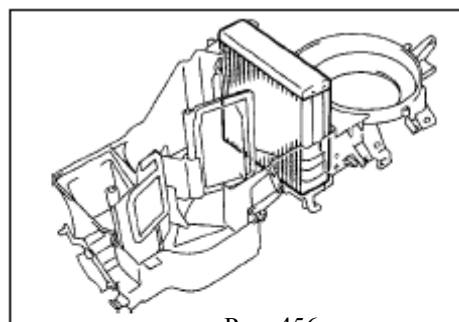

Рис. 456
- (1) Демонтируйте испаритель из нижней части корпуса отопителя (рис. 456)